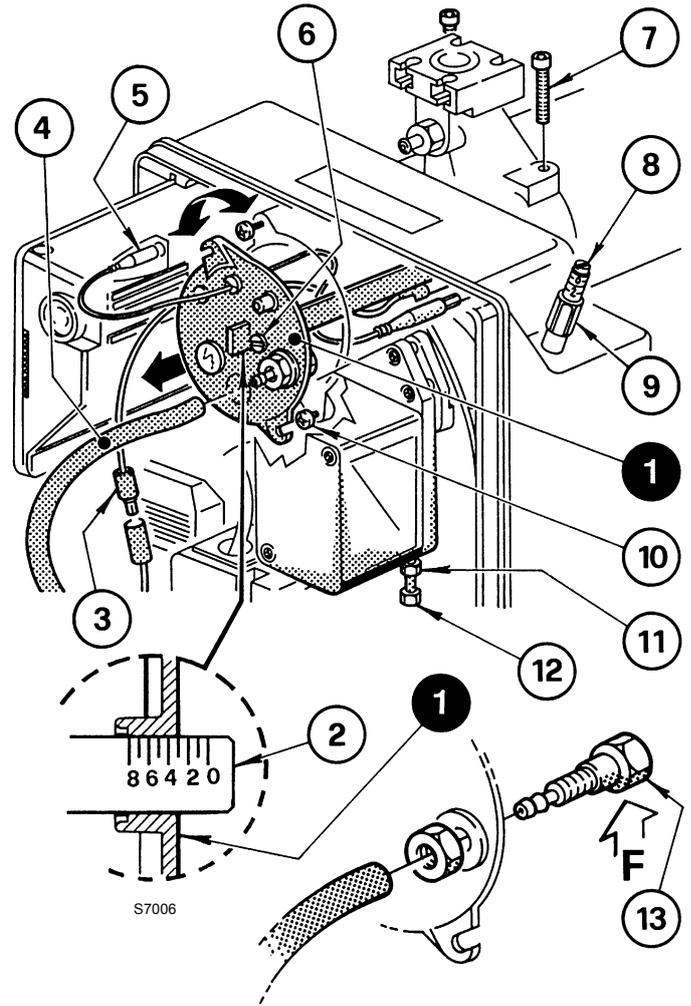

Fig. 12
Realiza-se girando no sentido horário ou anti-horário o parafuso de regulação 6)(Fig. 12) até que o entalhe inciso na haste de regulação 2) coincida com o plano exterior do conjunto cabeçal 1).
Na Fig. 12, a haste de regulação do cabeçal está calibrada no entalhe 3.
- desligar as conexões 3) e 5)(Fig. 12);
- remover o tubo 4) e afrouxar os parafusos 10)(Fig. 12);
Recomenda-se não modificar a posição de regulação haste/cotovelo 2)(Fig. 12) na fase de desmontagem.
Remonte com o procedimento inverso ao indicado acima, recolocando o conjunto do cabeçal 1)(Fig. 12) como indicado no começo.
Aperte completamente os parafusos 7)(Fig. 12), sem bloqueá-los totalmente. bloqueie-os com um torque de aperto de $3 \div 4$ Nm.
Se a tomada de pressão 13)(Fig. 12) acidentalmente se afrouxar, recomenda-se a fixação correta, certificando-se de que o furo (F) localizado na parte interna do grupo do cabeçal 1)(Fig. 12) esteja voltado para baixo.